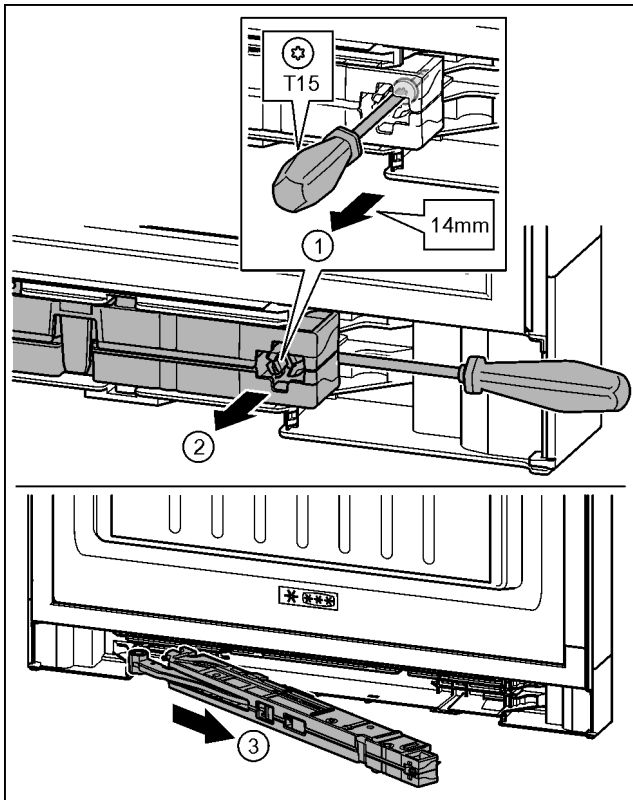

Fig. 17
- ▶ 用 T15 螺丝刀将关门阻尼单元上的螺钉松开约 14 mm。 Fig. 17 (1)
- ▶ 将螺丝刀移向把手侧关门阻尼单元的背面。向前旋转装置。 Fig. 17 (2)
- ▶ 拉出装置。 Fig. 17 (3)